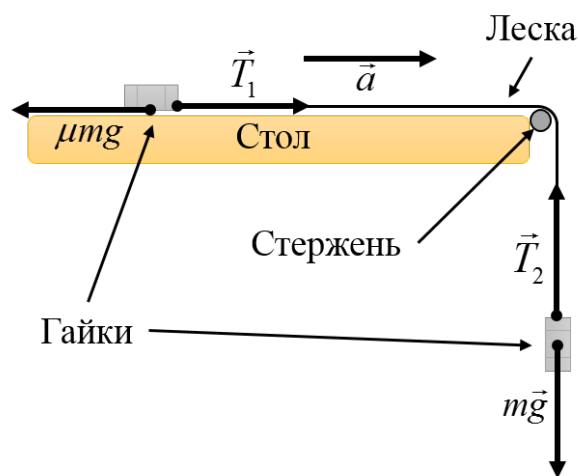

Рис. 2. Схема установки.
3. Из-за трения лески о стержень силы натяжения по разные стороны от него отличаются и равны  $T_1$  и  $T_2$  (см. рисунок 2). Найдите отношение  $k = T_2/T_1$ , считая его постоянным при любых натяжениях.